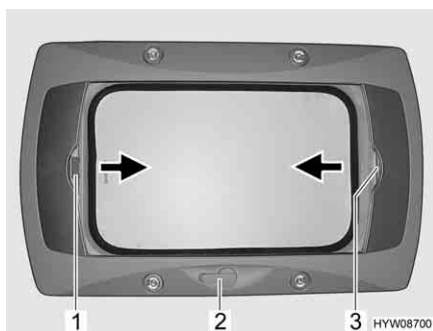

Fig. 46 Oblò a manovella
**Apertura:** ■ Ruotare la manovella (Fig. 46,2) fino a quando non si incontra resistenza.
**Chiusura:** ■ Tirare la tendina oscurante pieghevole per la maniglia (Fig. 46,3) nella direzione della freccia fino alla posizione desiderata e rilasciare. La tendina oscurante pieghevole rimane in questa posizione.
- Tirare la zanzariera a rullo per la maniglia (Fig. 46,1) nella direzione della freccia verso la maniglia contrapposta della tendina oscurante pieghevole (Fig. 46,3) e farla innestare.
- Tirare la maniglia della zanzariera a rullo (Fig. 46,1) dietro, verso l'alto, e sganciare la zanzariera a rullo dalla tendina oscurante pieghevole (Fig. 46,3).